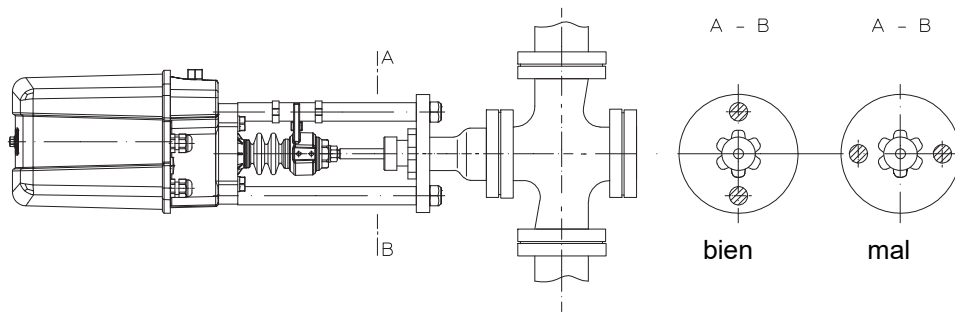

Fig. 5
- Lors d'une position de montage avec la tige se trouvant en position horizontale, le servomoteur à dépl. linéaire est monté de manière à ce que les arcades ou les colonnettes se trouvent superposés dans le plan vertical (voir Fig. 5).